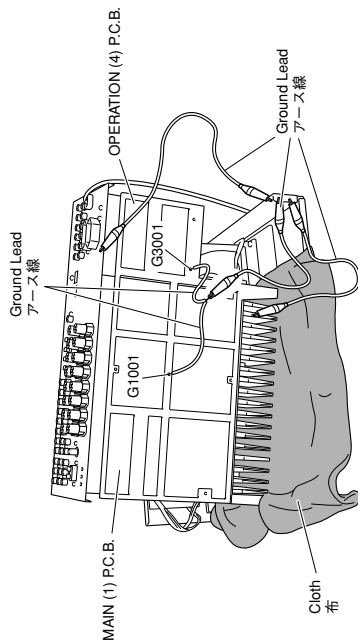

Fig. 6
- Put a Cloth over the equipment. Put the P.C.B.s together with the Heat Sink upright on the Cloth and check them. (Fig. 6)
- The P.C.B. removed from the chassis does not work because its grounding is loose. Be sure to connect the ground of Rear Panel MAIN (1) P.C.B. (G1001) and OPERATION (4) P.C.B. (G3001) to the chassis with a ground lead or the like. (Fig. 6)
- 布を敷きます。その上にP.C.B.をヒートシンクと一緒に立ててチェックします。(Fig. 6)
- シャーシから外したP.C.B.はアースが浮いて動作しませんので、MAIN(1)P.C.B.(G1001)、OPERATION(4)P.C.B.(G3001)のアースをリード線等でシャーシまたはGNDに接続してください。(Fig. 6)